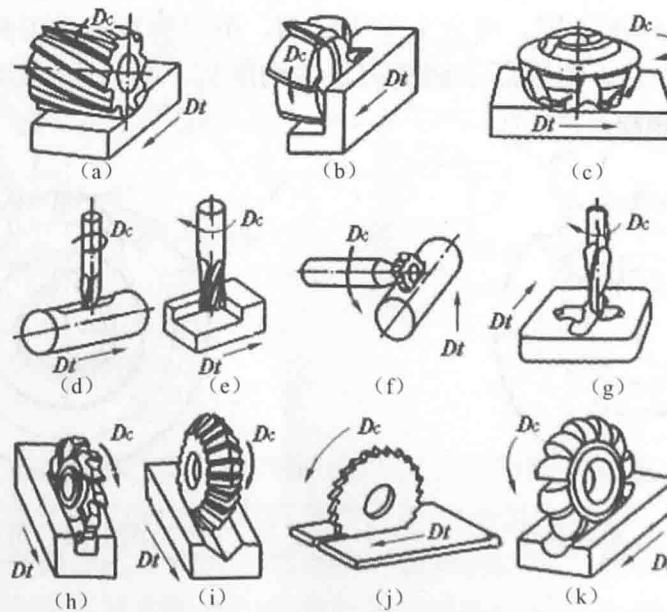

图 1-18 符合铣削面的各类加工刀具
- 刀具形状的选择应符合铣削面。生产中，平面零件周边轮廓的加工常采用立铣刀；铣削平面时，应选端铣刀或面铣刀；加工凸台、凹槽时，选高速钢立铣刀；加工毛坯表面或粗加工孔时，可选取镶硬质合金刀片的玉米铣刀；对一些立体型面和变斜角轮廓外形的加工，常采用球头铣刀、环形铣刀、锥形铣刀和盘形铣刀。如图 1-18 所示为常见符合铣削面的各类加工刀具。